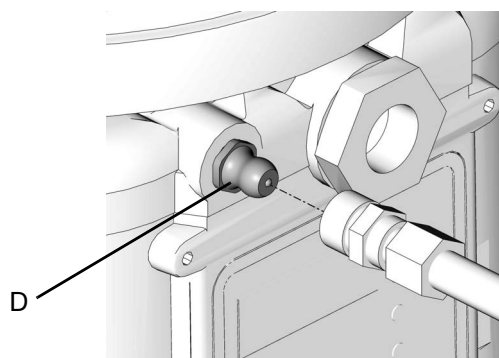

Рис. 22
- Перед заполнением резервуара всегда прочищайте впускной фитинг (D) (Рис. 22) чистой сухой тканью. Грязь и/или посторонние включения могут повредить насос и/или смазочную систему.